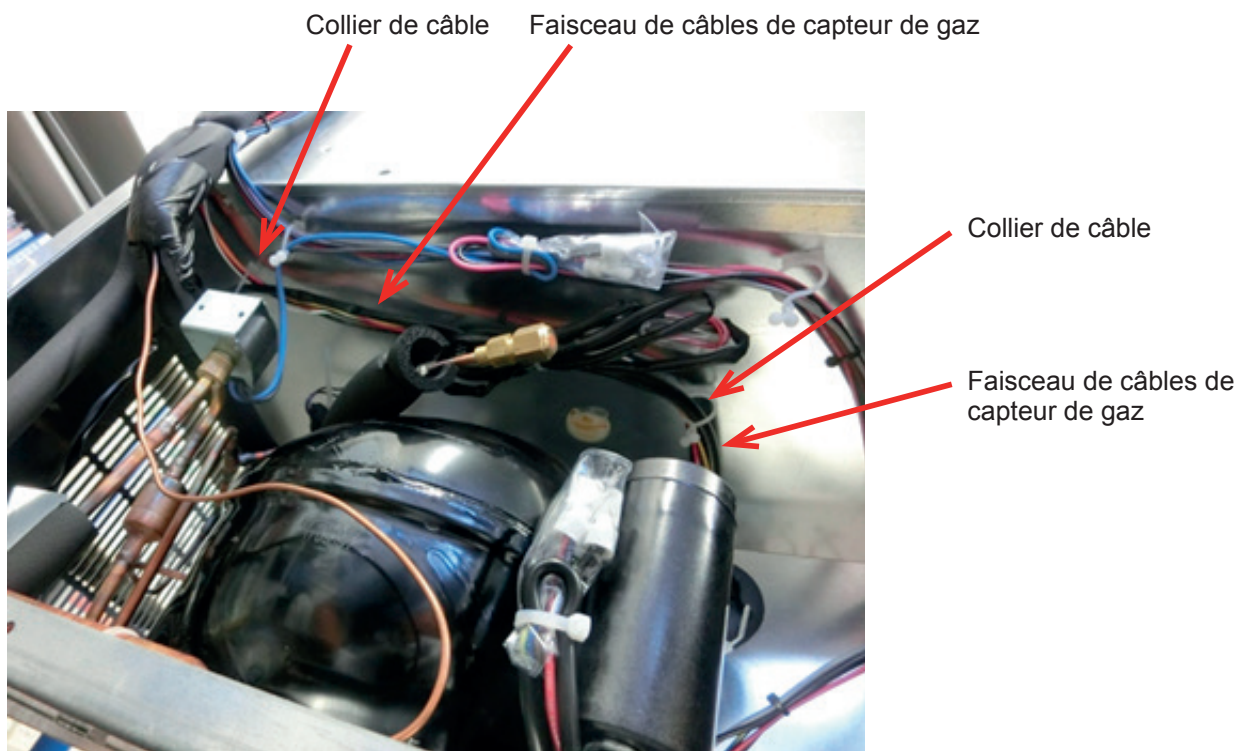

Fig. 40
16) Attacher le faisceau de câbles du capteur de gaz au collier de câble comme illustré à la Fig. 40.